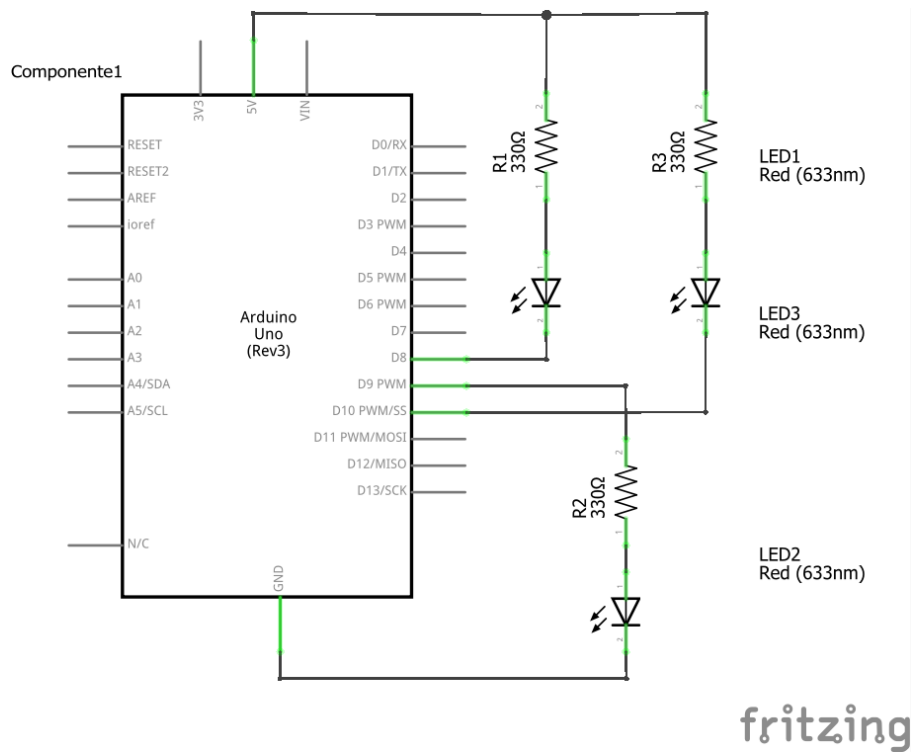

Figura 1: Esquema de conexión de los LED
5. Realice las conexiones del circuito de la figura 1 y verifique su funcionamiento escribiendo valores en los LED. Anote sus observaciones.